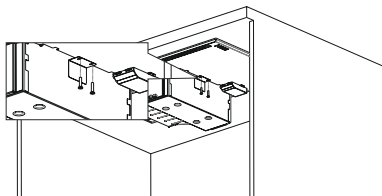

Fig. 11
- 6.** Placér beholderen i hullet midt på kogepladen. Fastspænd den derefter med 2 stk. skruer til kogepladen (Fig. 11).